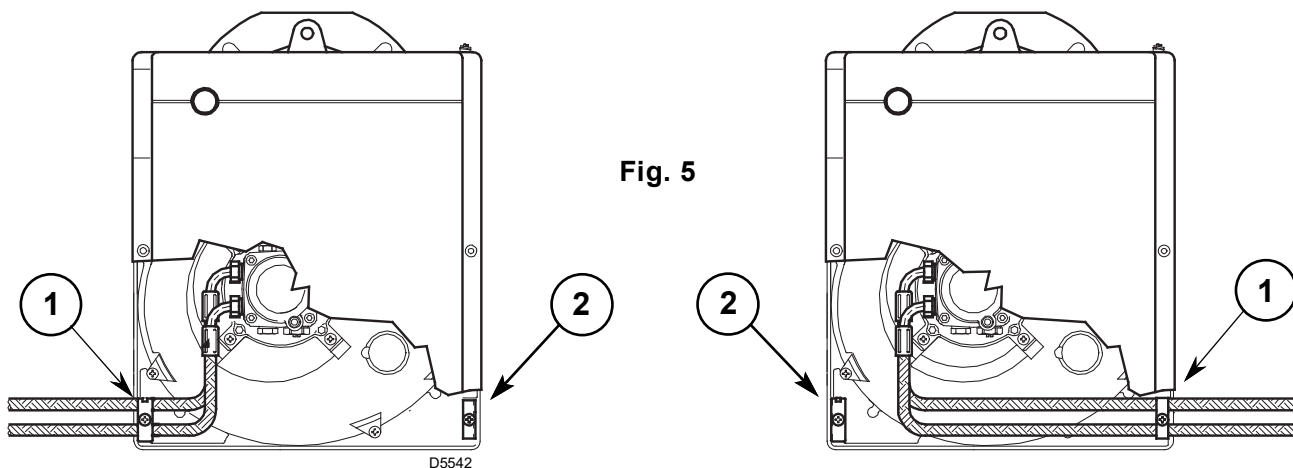

Fig. 5
Le brûleur est prééquipé pour recevoir les tubes d'alimentation du fioul des deux cotés. Selon que la sortie des flexibles est à droite ou à gauche, il peut y avoir lieu de changer l'emplacement de la plaque de fixation (1) avec celle d'obturation (2), (voir Fig. 5).